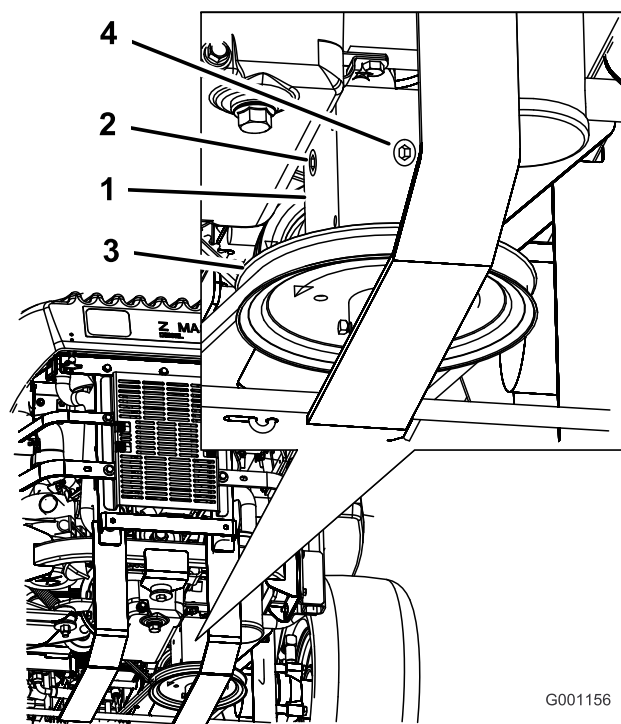

Figure 60
- Enlevez le bouchon latéral ou arrière du boîtier (Figure 60).